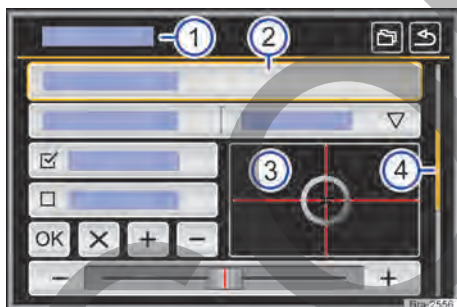

Fig. 102 Representación esquemática: cuadro general de los posibles botones de función en el display.
El equipo está equipado con touchscreen (pantalla táctil) → **fig. 102** (3).
Los botones de función inician funciones o abren otros submenús. En submenús se indica, en la línea del título, el menú actualmente seleccionado → **fig. 102** (1).